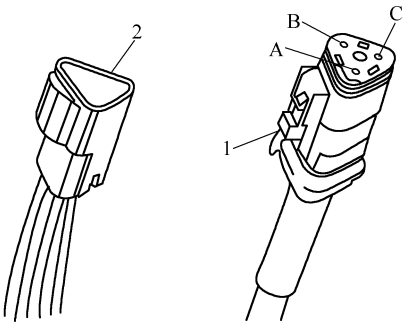

图 5-19 3 针插头和 3 针插座
⑩ 有些发动机上还有 3 针 SAE J1939 Deutsch 插头和插座，图 5-19 所示为 3 针插头和 3 针插座。3 针插头引线的用处见表 5-4。